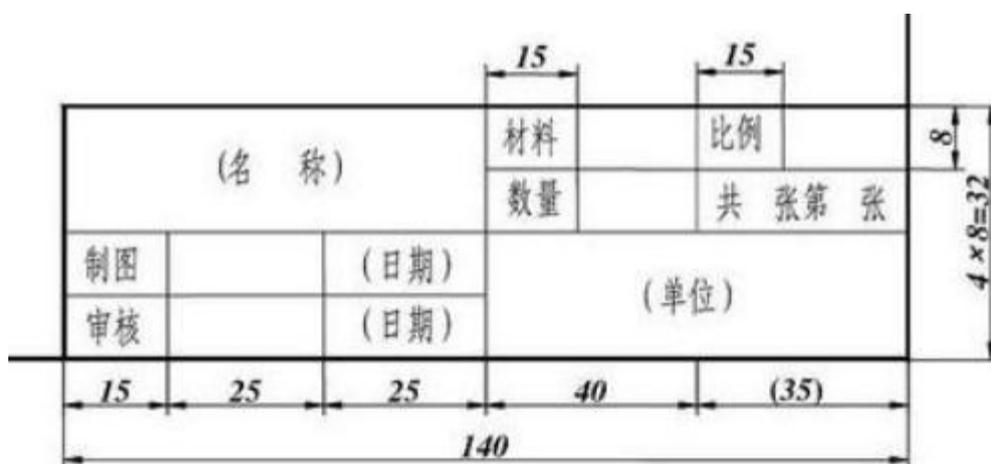

图 J1-1-2 标题栏
2) 标题栏绘制，如下图J1-1-2 所示的标题栏(不注尺寸)；